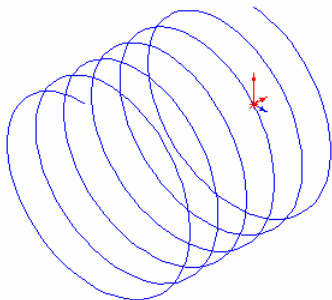

图 4-66 等轴测视图
④ 设置视图方向。单击“标准视图”工具栏中的“等轴测”图标, 将视图以等轴测方向显示, 结果如图 4-66 所示。